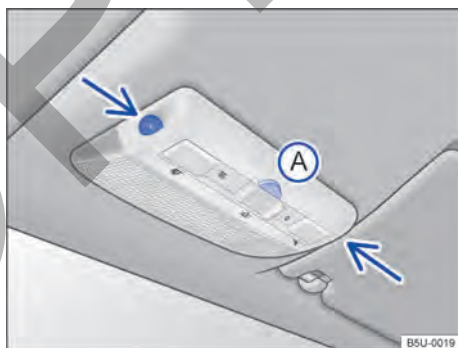

Fig. 49 En la consola del techo: sensores de vigilancia del habitáculo y tecla **A** para desconectar la vigilancia del habitáculo.
La vigilancia del habitáculo dispara la alarma con el vehículo bloqueado, si reconoce movimientos en el interior del vehículo. El sensor y el receptor están ubicados en el conjunto de la luz de lectura → fig. 49 (flechas).
- Presionar la tecla → fig. 49 (A). En el panel de instrumentos se enciende la luz de control .